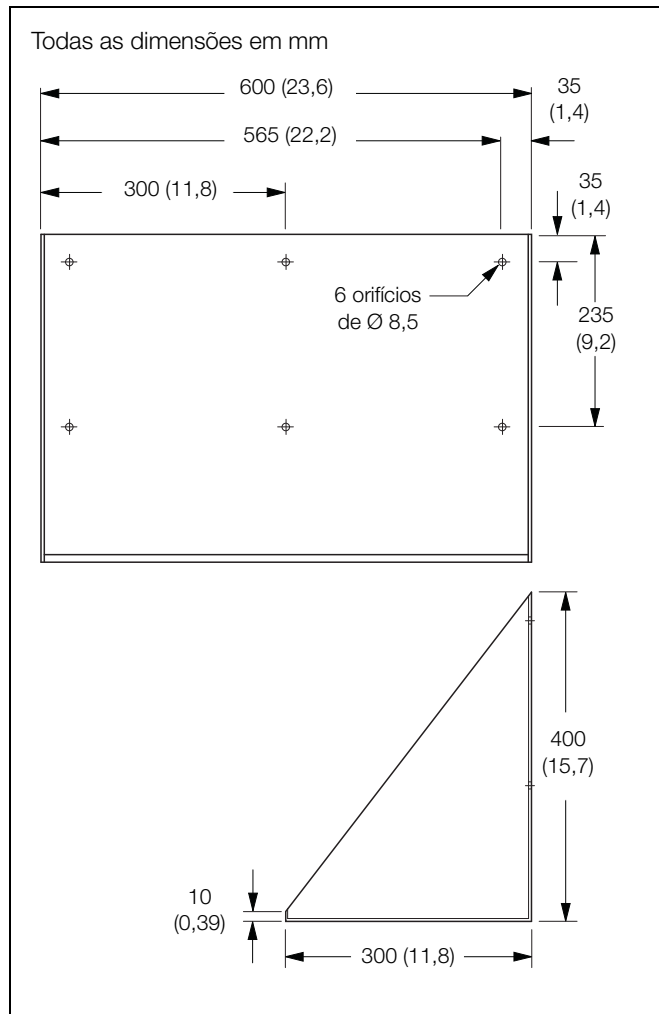

Fig. 4.3 Tabuleiro de montagem de reagente (opcional)
1. Faça a marcação na parede das dimensões indicadas em Fig. 4.3.